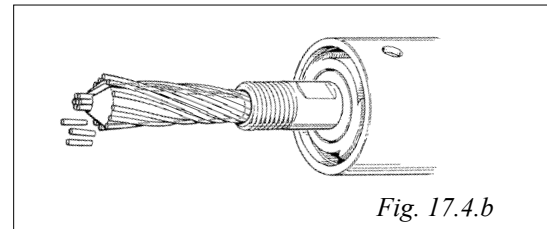

Fig. 17.4.b
6. Coupez toutes les extrémités des torons qui dépassent de l'ogive. (Environ 5 mm sur le câble.) Référez-vous à la figure 17.4.b.